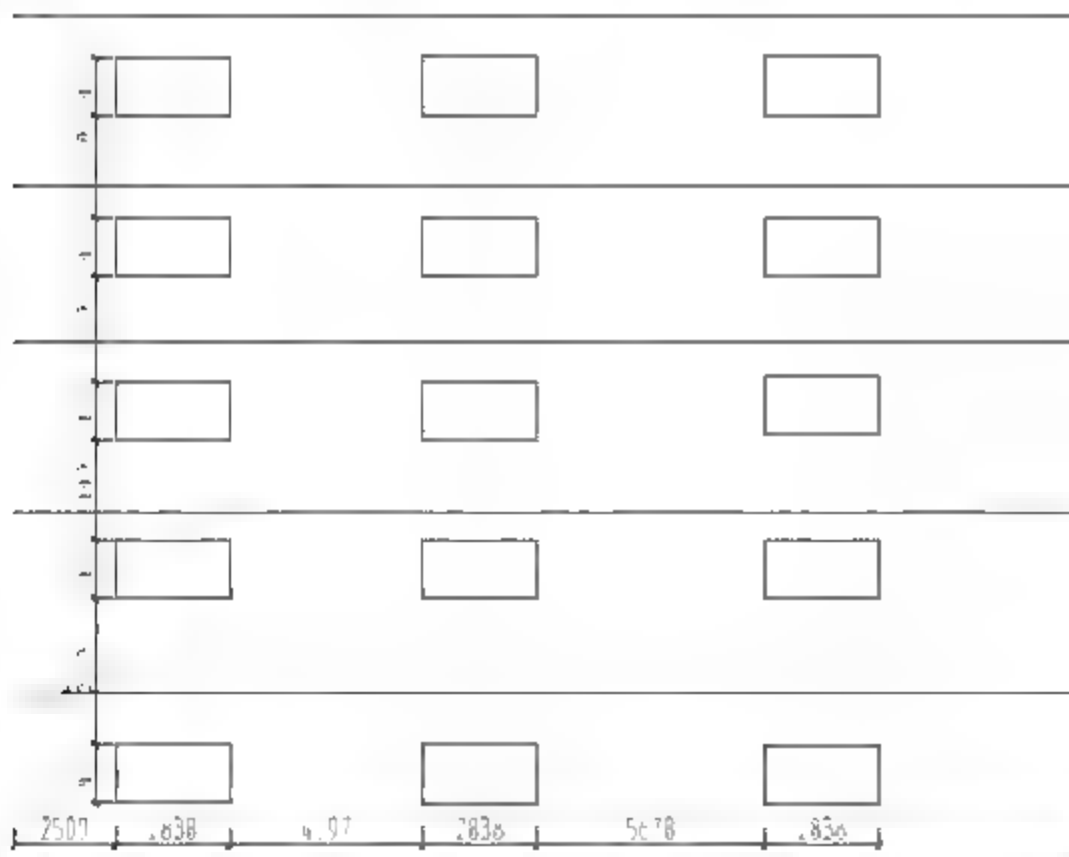

图13-21 绘制分线盒
**02** 调用REC【矩形】命令，绘制尺寸为2838×1455的矩形；调用CO【复制】命令，移动复制矩形，结果如图13-21所示。